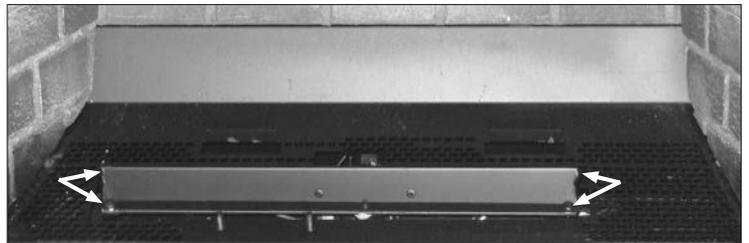

Figure 14: Desserrage du brûleur.
4. Utilisant un tournevis T-20, enlevez les quatre (4) vis qui tiennent le brûleur en place (voyez Figure 14). Glissez le brûleur vers la gauche (voyez Figure 15), alors vers le haut et hors du foyer.